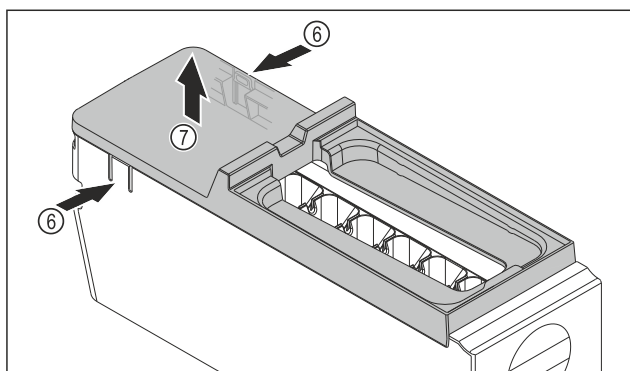

Fig. 137
- ▶ Wymywanie osłony korpusu EasyTwist-Ice: Docisnąć jedną ręką nakładki Fig. 137 (6) po obu stronach korpusu EasyTwist-Ice.
- ▶ Drugą ręką wyjąć osłonę Fig. 137 (7) ku górze.